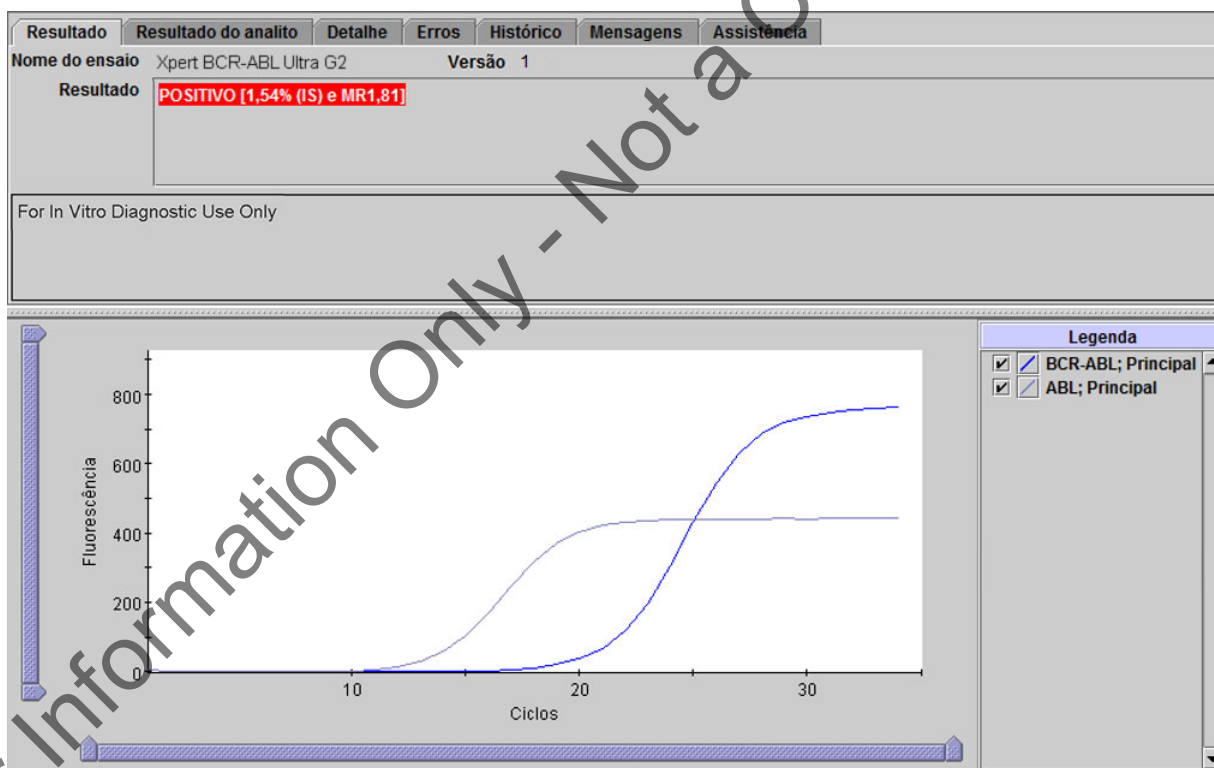
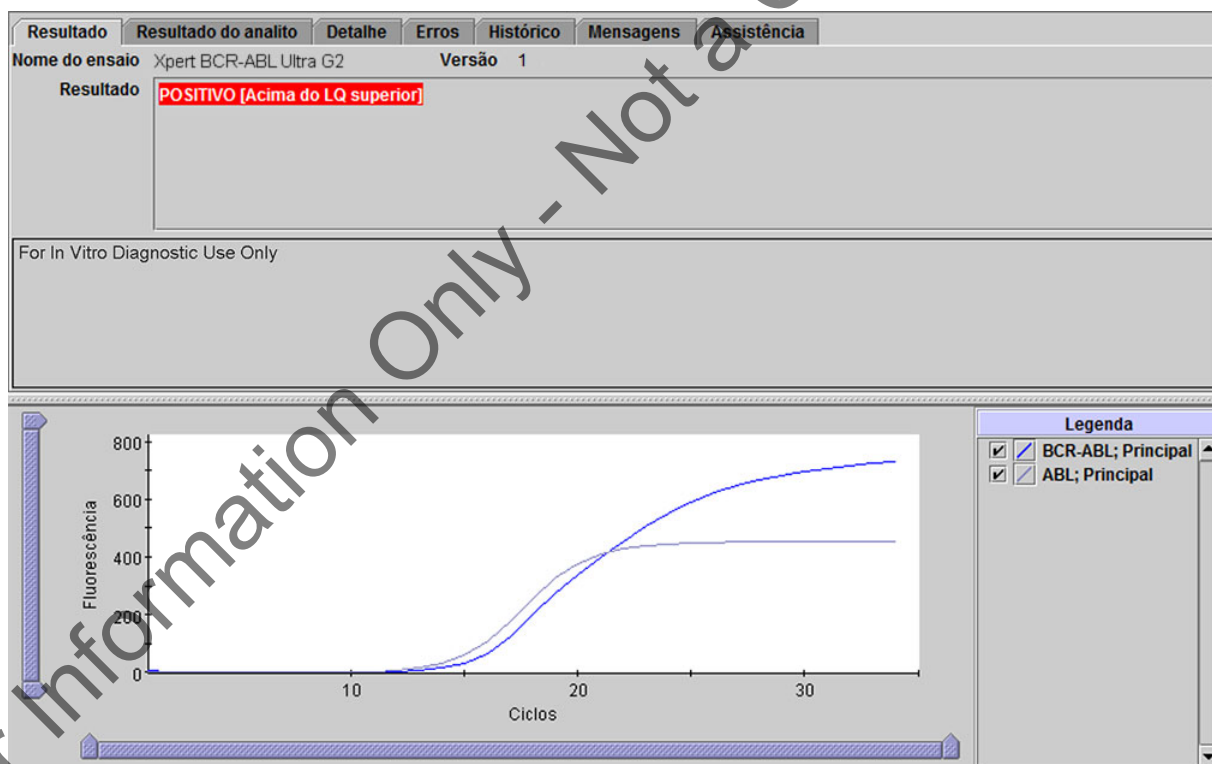

Figura 2. Janela Ver resultados do GeneXpert Dx: POSITIVO [1,54% (IS) e MR1,81] (POSITIVE [1.54% (IS) and MR1.81])
Figura 3. Janela Ver resultados do GeneXpert Dx: **POSITIVO [Acima do LQ superior] (POSITIVE [Above upper LoQ])**
POSITIVO (POSITIVE) Ver Figura 2, Figura 3, Figura 4	Transcrito BCR-ABL detetado. <ul style="list-style-type: none"> • BCR-ABL POSITIVO (POSITIVE) – O transcrito BCR-ABL foi detetado e tem um limiar de ciclo (Ct) dentro do intervalo válido e um endpoint superior ao limiar definido. • Possíveis resultados positivos: <ul style="list-style-type: none"> • POSITIVO [#,##% (IS) e MR#,##] (POSITIVE [#,##% (IS) and MR#,##]); Figura 2. • POSITIVO [Acima do LQ superior] (POSITIVE [Above upper LoQ]); Figura 3. • POSITIVO [Abaixo do LD; >MR4,52/<0,0030% (IS)] (POSITIVE [Below LoD; MR4.52/0.0030% (IS)]); Figura 4. ABL – APROVADO (PASS) – O transcrito ABL foi detetado e tem um limiar de ciclo (Ct) dentro do intervalo válido e um endpoint superior ao limiar definido. <ul style="list-style-type: none"> • Se o valor ABL Ct for inferior a 18, estava presente na reação um número mínimo de 32 000 cópias de ABL.^{17,18} • Verificação da sonda APROVADO (PASS) – Todos os resultados de verificação da sonda foram aprovados.
Resultado: **POSITIVO [1,54% (IS) e MR1,81] (POSITIVE [1.54% (IS) and MR1.81])**, Ver Figura 2.
Resultado: **POSITIVO [Acima do LQ superior] (POSITIVE [Above upper LoQ])**. Ver Figura 3.